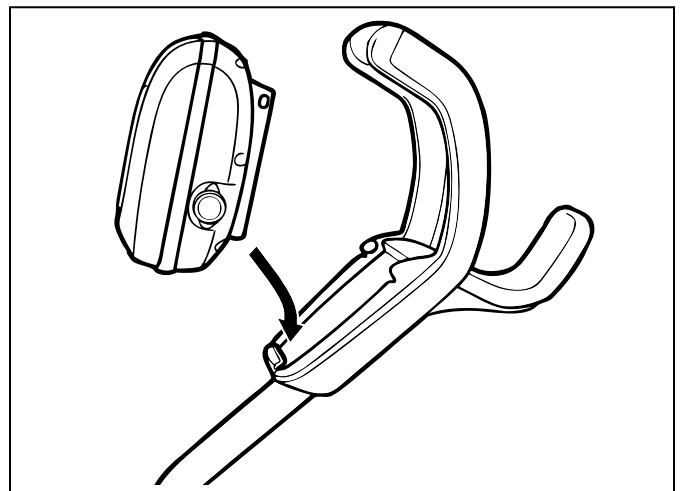

Figura 10. Alinee la unidad de control con el gancho del carrito
- Coloque la parte inferior de la unidad de control con la muesca en la parte inferior del gancho de la unidad de control en el carrito (Figura 10).